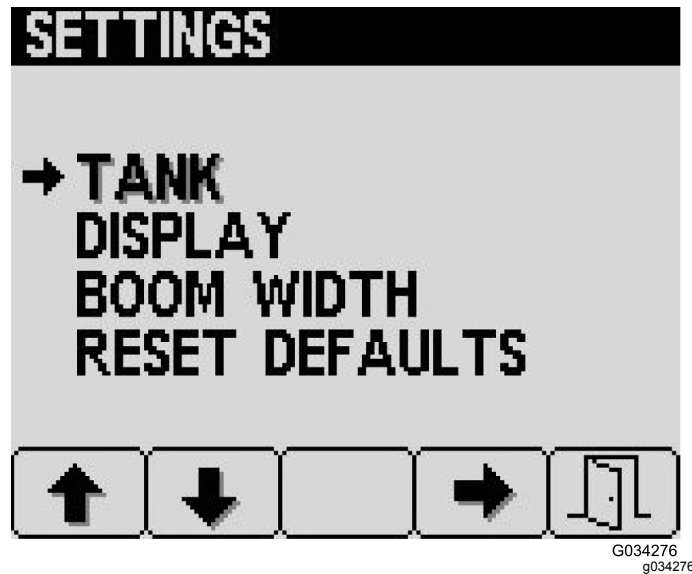

Bild 25
1. Drücken Sie auf dem Bildschirm „Einstellungen“ die Taste 2, um auf die Option „Tank“ zu navigieren; drücken Sie die Taste 4 für „Tank“ (Bild 25).